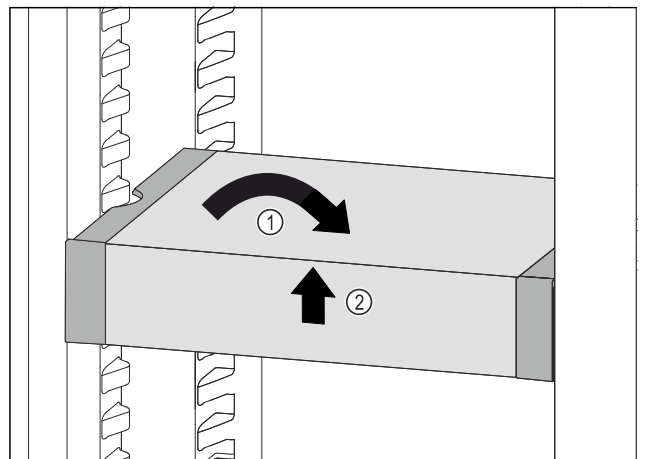

Fig. 117
- ▶ Coloque el VarioSafe en posición recta. Fig. 117 (1)
- ▶ Levante el VarioSafe por delante. Fig. 117 (2)